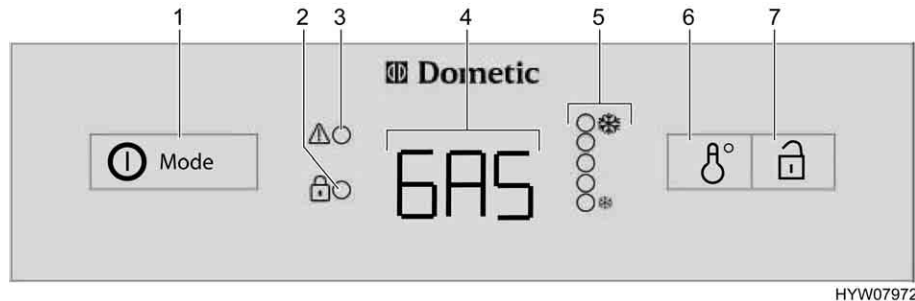

Fig. 161 Elementi di comando per il frigorifero (serie Dometic 8 con AES)
In caso di guasti il relativo indicatore LED "!" (Fig. 161,3) lampeggia.
Se è selezionato il funzionamento automatico, l'alimentazione a 230 V **non** è allacciata e il motore del veicolo è **spento**, il sistema AES seleziona il rifornimento di gas. Selezionando il funzionamento a gas, il dispositivo di sicurezza si apre automaticamente, così che il gas possa fluire al bruciatore. Contemporaneamente si inserisce l'accenditore elettronico. Se la fiamma del gas si spegne, p. es. a causa di un colpo di vento, l'accenditore viene subito azionato riaccendendo il gas. In caso di guasti nel funzionamento a gas, nell'indicazione di funzionamento (Fig. 161,4) lampeggia la scritta "GAS".
Dopo l'accensione il frigorifero seleziona automaticamente la regolazione intermedia del termostato. Questa impostazione può essere modificata manualmente con l'interruttore per la regolazione della temperatura (Fig. 161,6). Gli indicatori LED (Fig. 161,5) visualizzano la temperatura selezionata sul termostato. Con l'interruttore viene regolata la temperatura di refrigerazione per tutti i tre tipi di energia. Ci vogliono alcune ore prima che il frigorifero raggiunga la temperatura normale di esercizio. Cambiando la modalità di funzionamento la regolazione del termostato non viene modificata. La temperatura di refrigerazione è indipendente dal tipo di energia utilizzata.
- Premere l'inseritore/selettore di energia (Fig. 161,1) per 2 secondi, per accendere l'apparecchio. L'ultima modalità di funzionamento prescelta viene visualizzata nell'indicazione di funzionamento (Fig. 161,4).
- Con l'inseritore/selettore di energia (Fig. 161,1) selezionare il tipo di energia.
- Regolare la temperatura di refrigerazione sull'interruttore per la regolazione della temperatura (Fig. 161,6). Gli indicatori LED (Fig. 161,5) visualizzano la regolazione del termostato prescelta.
- Premere l'inseritore/selettore di energia (Fig. 161,1) per 2 secondi. Cancellare tutte le indicazioni.